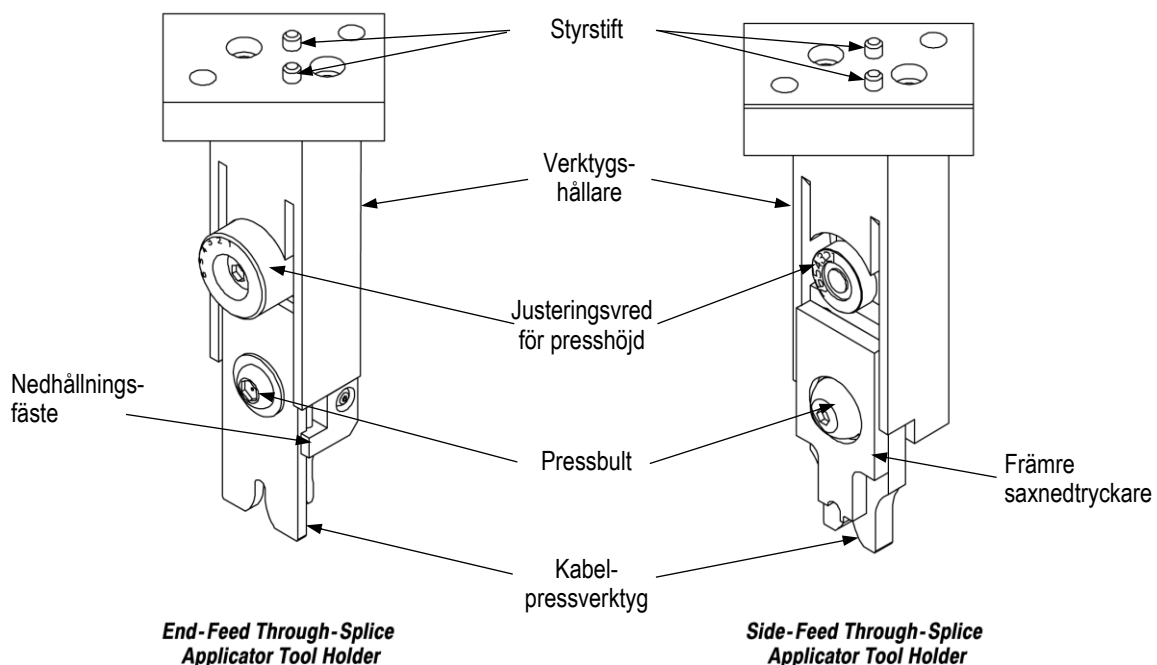

Bild 4
Verktygshållaren är fäst med två skruvar vid ramen på G II Terminator-maskinen för genomskärning. Verktygshållaren är försedd med styrstift (bild 4) för att underlätta placeringen på Terminator-maskinens ram. Styrstiften underlättar verktygsväxling.
Nedhållningsfästet (se bild 4) är monterat på ramen och håller terminalen på plats under pressnings- och hopdragningsprocessen.
1. Placera verktygshållaren längst ned på maskinens ram med hjälp av de två styrestiften som visas i bild 4.